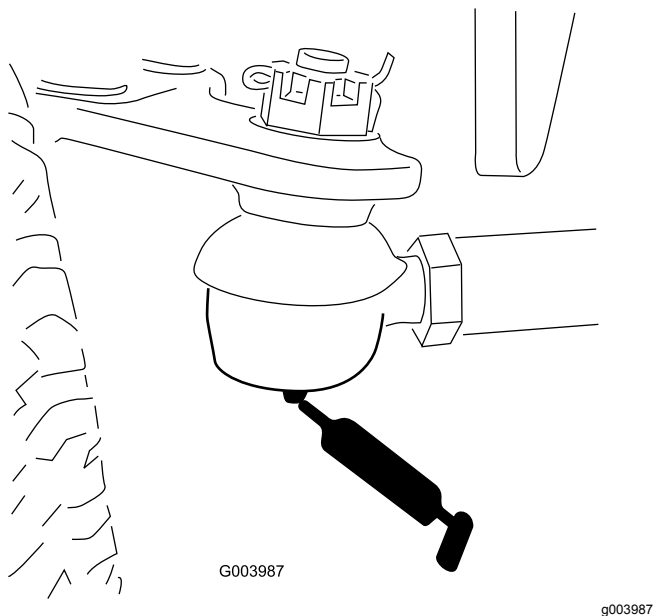

Figura 49
- Tirante del ponte posteriore (2) (Figura 49)